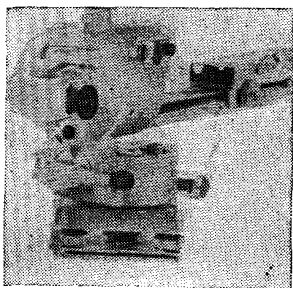

Рис. 26. Базисный редуционный тахеометр BRT-006
4.11. Базисный редуцирующий тахеометр BRT 006 (рис. 26) предназначен для тахеометрической съемки застроенной территории или труднодоступных участков местности. Рекомендуются применять при съемке в масштабах 1:500, 1:1000.